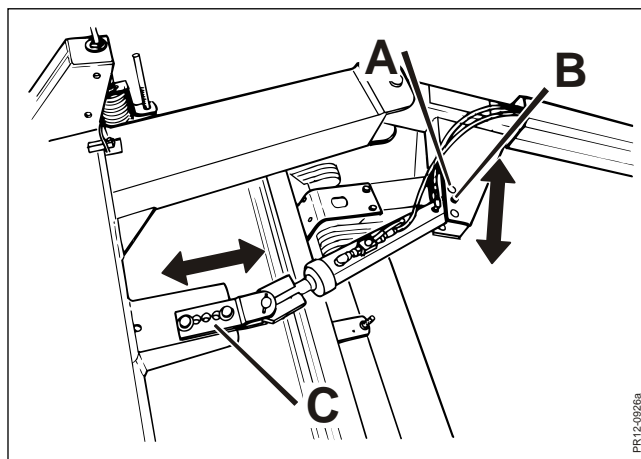

Fig. 3-4
**Fig. 3-4** En sortie d'usine, le support **C** est positionné avec un réglage de base, entre position transport et position travail. Pour obtenir les positions correctes de la barre d'attelage, le vérin de pivotement doit être placé dans le trou **A** pour la GMS 320 et le trou **B** pour la GMS 280. Vérifier que le support est toujours fixé avec 2 boulons en position **C**.